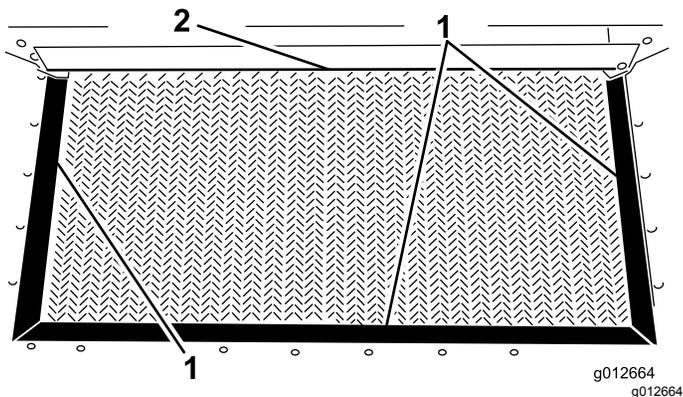

Рисунок 22
3. Проверьте уплотнения бункера и кромку затвора на наличие износа или истертых краев (Рисунок 22).